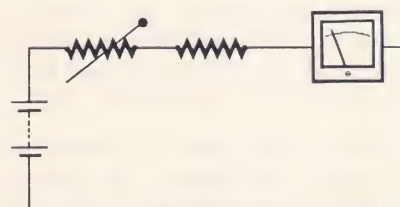

Figure 4
- 4) le tarage à l'aide de la résistance ajustable se fasse suivant le schéma de la figure 4, obtenu en enfonçant ensemble P1 et P2.